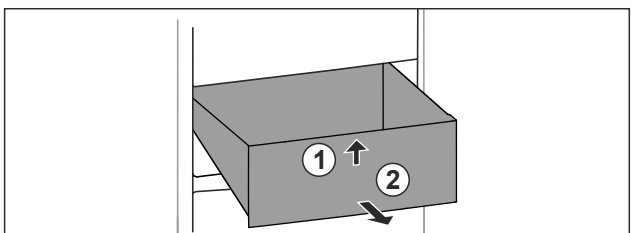

Fig. 86
- ▶ Повдигнете чекмеджето отпред. Fig. 86 (1)
- ▶ Извадете чекмеджето напред. Fig. 86 (2)